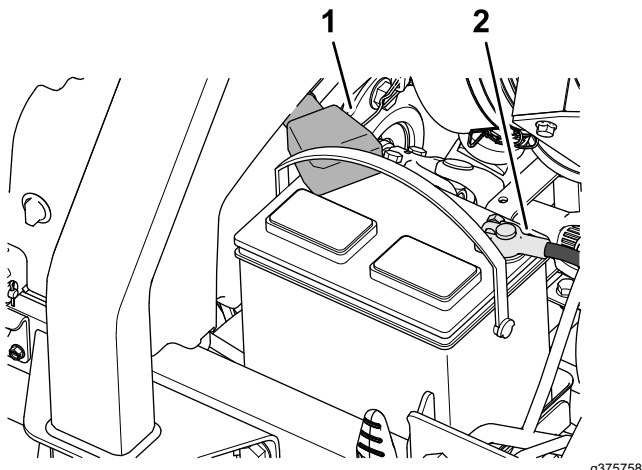

Figure 96
1. Branchez le câble positif (rouge) de la batterie sur la borne positive (+) de la batterie (Figure 96).